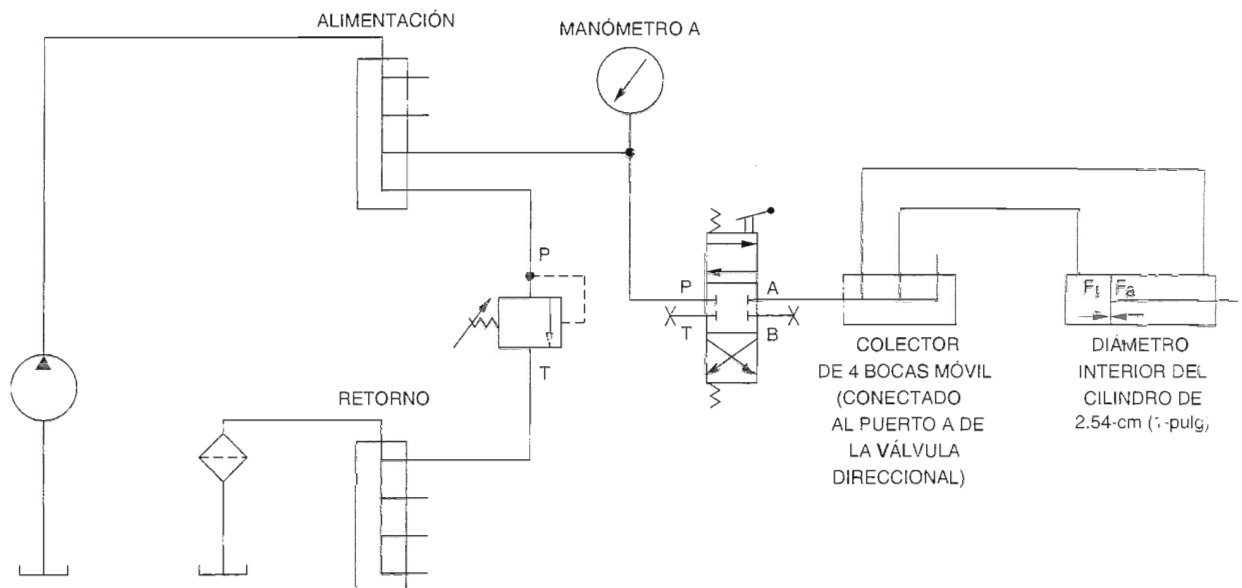

Figura 2-19. Aplicando presión igual en ambos lados de un pistón.
- ☐ 16. Conecte el circuito mostrado en la Figura 2-19. Utilice el cilindro con diámetro interior de 2,54 cm (1 pulg).
Nota: Si el vástago del cilindro de 2,54 cm (1 pulg) de diámetro interior no está completamente retractado, no conecte el circuito de la figura 2-19. En cambio conecte el circuito de actuación del cilindro mostrado en la figura 2-10. Abra por completo la válvula de alivio (gire totalmente la perilla en el sentido antihorario) y después encienda la unidad de alimentación. Accione la palanca de la válvula de control direccional para retractar completamente el vástago del cilindro, luego apague la unidad de alimentación y desconecte el circuito. Ahora conecte el circuito de la figura 2-19.
- ☐ 17. Examine el circuito de la Figura 2-19. Este circuito aplica una presión igual a los lados total y anular del pistón. Sin embargo, el área del pistón disponible para que la presión actúe es menor en el lado anular debido a que el vástago del cilindro cubre una porción del pistón. Dado que la fuerza es igual a la presión multiplicada por el área, determine cuál lado del pistón desarrollará la mayor fuerza.